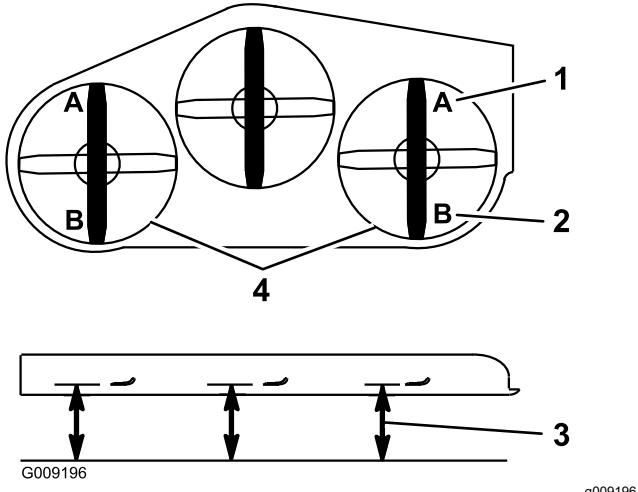

**Figure 99**
- Enfoncez la pédale de levage du tablier de coupe au maximum pour verrouiller le tablier à la position transport de 14 cm (5½ po) (Figure 99).